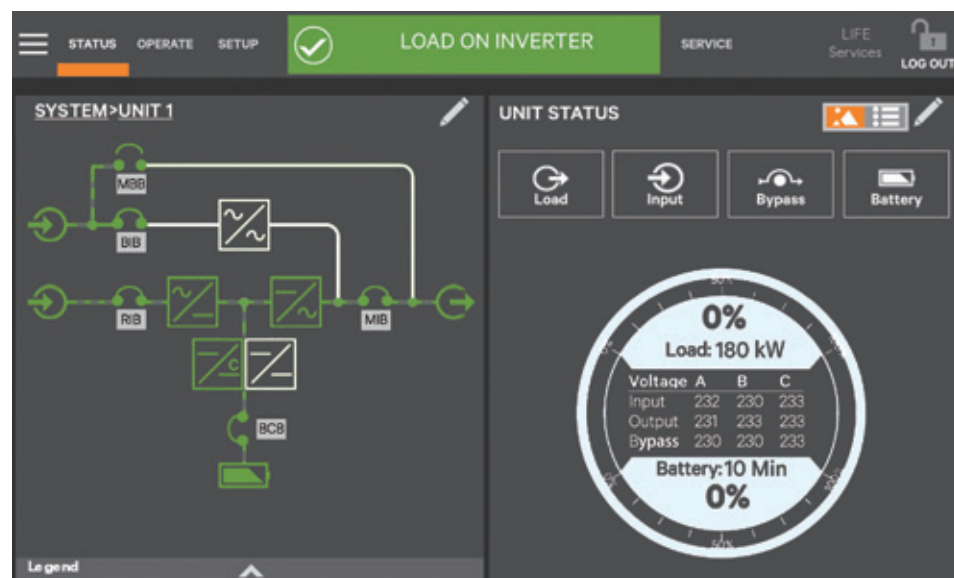

Figura 7: Ecrã táctil para Liebert® EXM2 100-250 kW
visto indica que o estado está normal (OK), o ícone de triângulo notifica relativamente a um aviso do sistema e o ícone de cruz é ativado quando existe uma falha. Abaixo do diagrama de linha única existem quatro botões de comando; um para iniciar e outro para interromper o inversor, um para reiniciar as falhas (este passa a vermelho quando o sistema apresentar uma falha) e um botão de som/silêncio para silenciar/ativar o sinal sonoro em caso de alarme (para mais informações consulte a Figura 7). Abaixo destes quatro comandos existem seis botões de navegação que ligam cada um a uma página de informação dedicada: